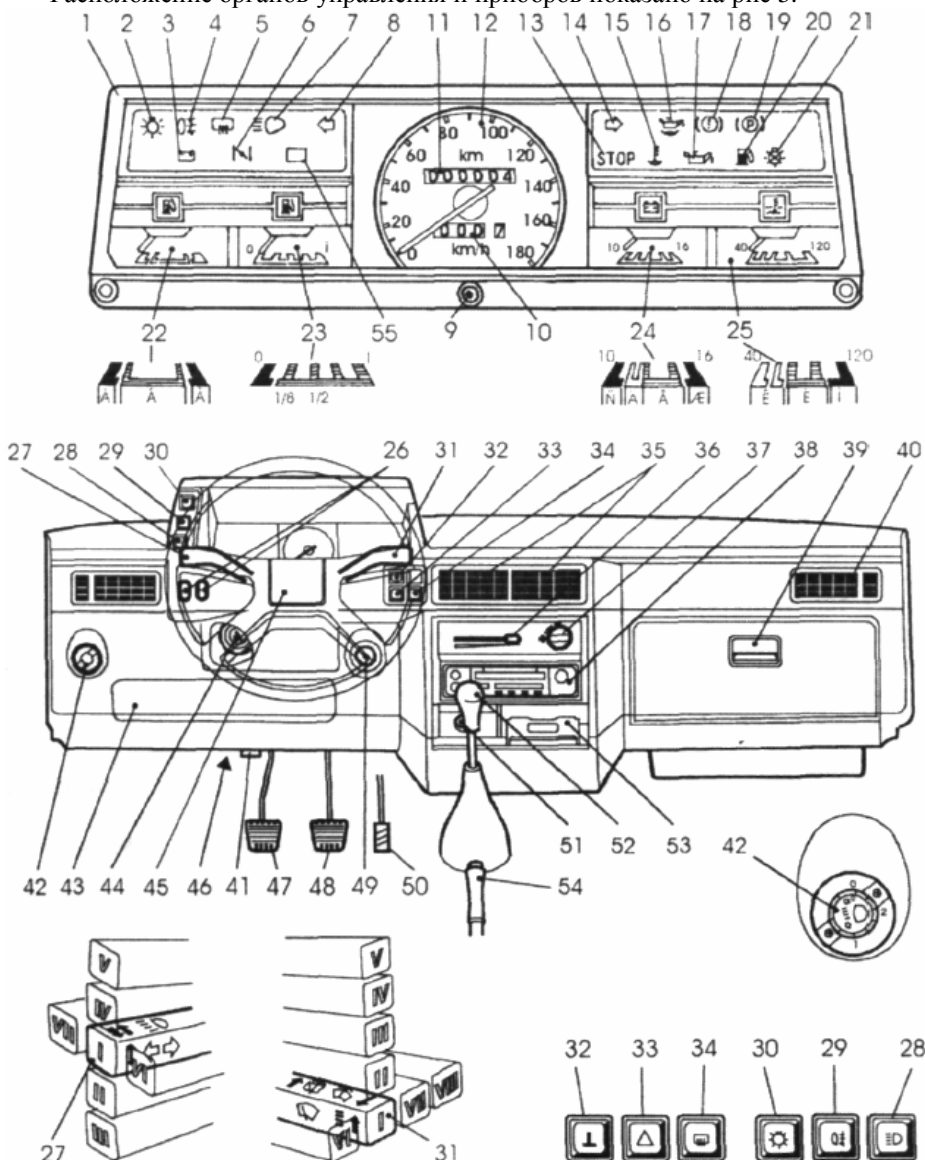

Рис. 5. Органы управления и контрольно-измерительные приборы автомобиля ЗАЗ-110216
Расположение органов управления и контрольно-измерительных приборов показано на рис. .5.
41. – **гидрокорректор фар с ручной регулировкой**. Вращением рукоятки корректируется угол наклона пучка света фар в зависимости от загрузки автомобиля (рис. 5, поз. 42):